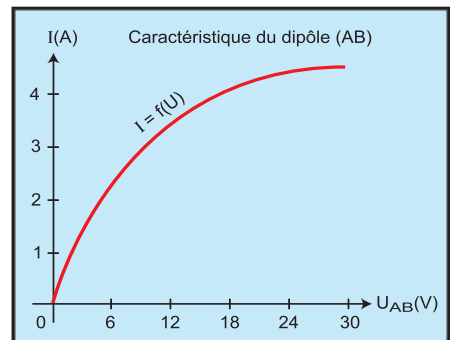

Fig. 11
7. Sur la figure 11 on a représenté la caractéristique tension-intensité d'un dipôle (AB) symétrique. On associe ce dipôle avec un générateur de f.e.m. E = 24V et de résistance interne 8Ω.